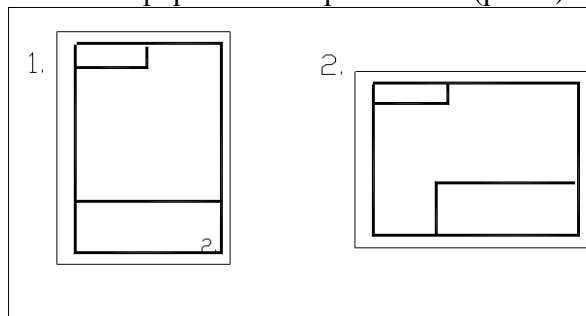

Рисунок 2
**Вопрос 5.** Какое расположение формата А4 правильное (рис.2)?